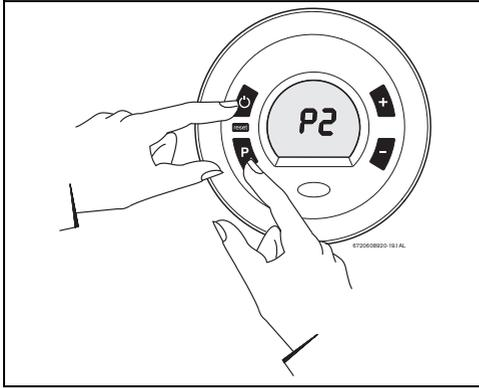

Fig. 47
- ▶ Mantener pulsada la tecla de programación y pulsar el interruptor principal ON/OFF para conectar el aparato (consultar la Fig. 47).